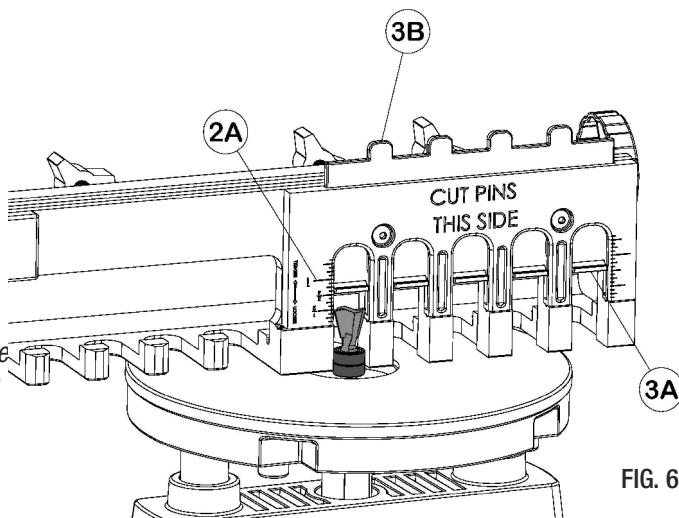

FIG. 6
2. Establezca la altura de la fresa de corte de colas de milano utilizando la superficie de trabajo de medición de profundidad ③A. (FIG. 6)